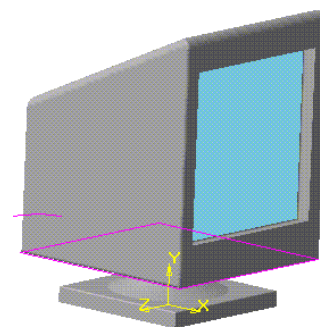

Рис. 38.
- **Строим корпус монитора** (рис. 38).
7. **Выберите в меню *Операция – По сечениям***. На панели Свойств выделите параметр «Объекты», затем щелчком мыши в Дереве построений укажите эскизы задней и передней стенок корпуса монитора. Закончите создание элемента. Корпус готов (рис. 38).